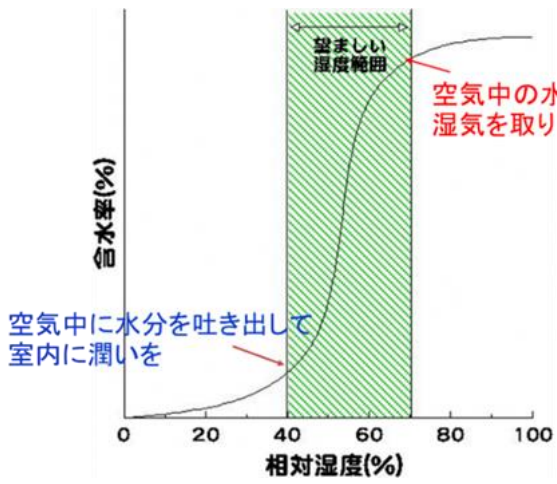
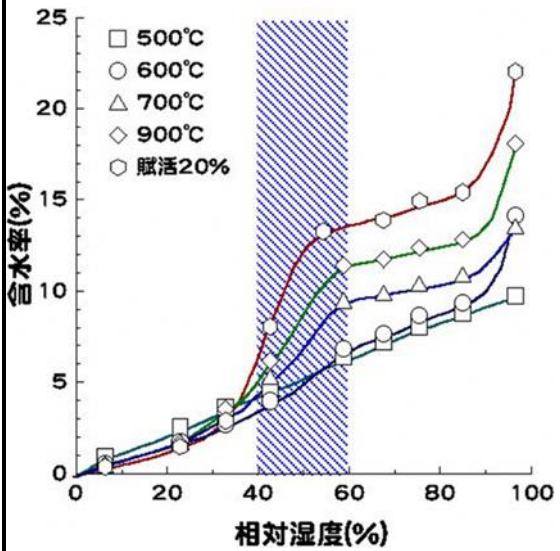
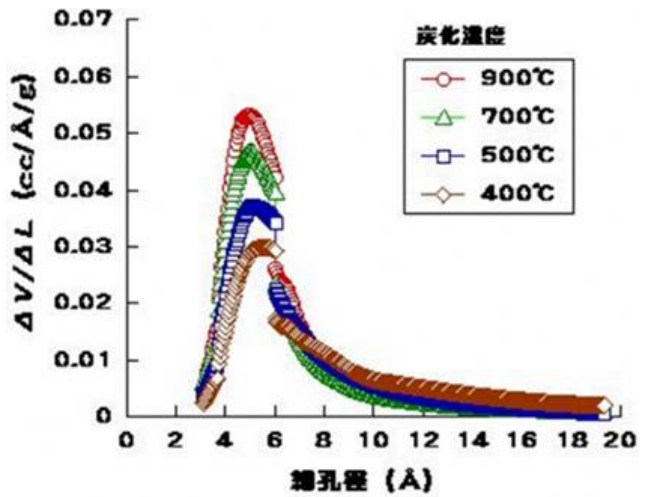

図1 理想的な調湿材料の相対湿度と含水率の関係
図2 異なる条件で炭化した竹炭の相対湿度-含水率曲線
図3 竹炭のマイクロ孔分布
炭：理想的な調湿材料の相対湿度と含水率の関係は、図 1 の通り、人間が過ごすのに快適とされる 40 ～70%において、急激に立ち上がることが重要である。すなわち、相対湿度が 40～70%で空気中の水 分を出し入れし、湿度が高くなると湿気を取り除き、湿度が低くなると水分を吐き出して空気に潤いを 与えることが大切となる。一般に、竹炭は調湿機能も優れているといわれている。次に、図 2 に、異な る条件で炭化した竹炭の相対湿度－含水率曲線を示す。なお、賦活というのは、炭化技術の一つで、炭 化時に、炭化後の炭に活性を付与するような処理のことをいう。炭化の条件次第では、竹炭は、極めて 高性能な調湿材料であることがわかる。図 3 に竹炭のミクロ孔（水分が吸着する）分布を示す。 加工：竹は、通常真っ直ぐには生育せず、建材として使用するためには、真っ直ぐに矯正加工を施して 使用する必要がある。この矯正加工では、職人は、①竹をバーナーで炙り（熱軟化）、②木棒で力を加 えて曲げたのち（変形）、③曲げた部分付近を冷却する（（変形の）固定）という作業を行っている。こ こで、これらを科学的に表現するにあたり、一例として、温度を上昇させたのち下降させた際の職人の 感じる反発力（ヤング率、硬さのようなもの）を縦軸に、横軸に温度をとった場合の結果を図 4 に示す。 温度が上昇すると、その反発力は減少し、その後、温度を下げててもその反発力は元に戻らない。